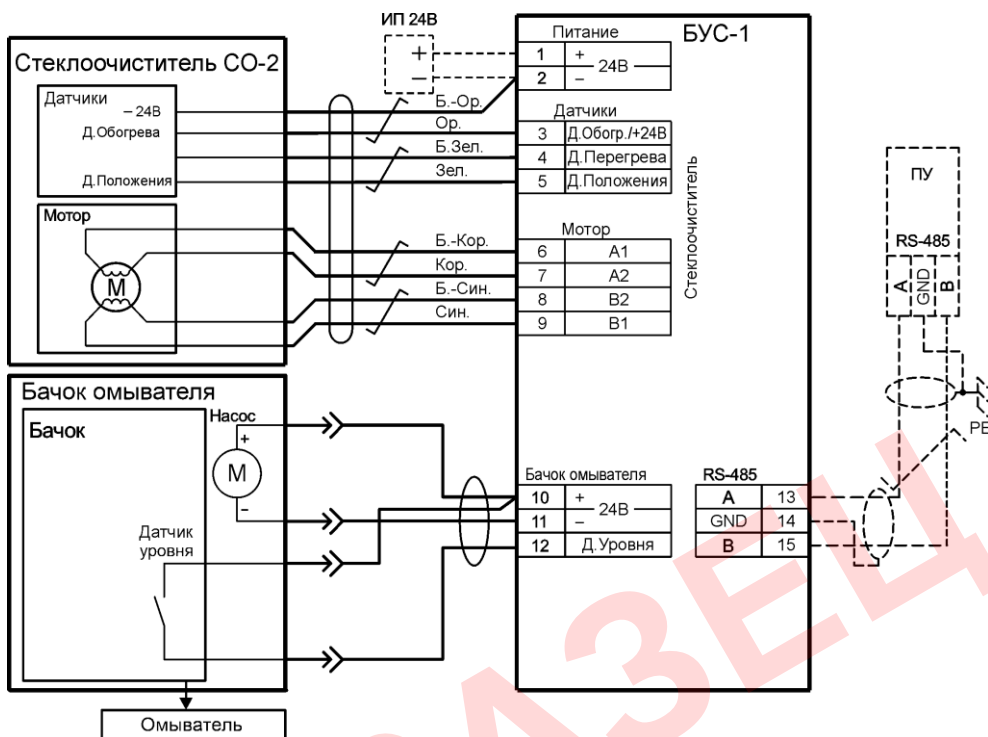

Рисунок 5 – Схема подключения стеклоочистителя, омывателя, бачка омывателя и пульта управления оператора (в комплект поставки не входит) к БУС-1
1. Подключите стеклоочиститель, систему подачи воды (при её наличии), пульт управления оператора (ПУ) и источники питания (ИП) к БУС-1 в соответствии со схемой (рисунок 5).